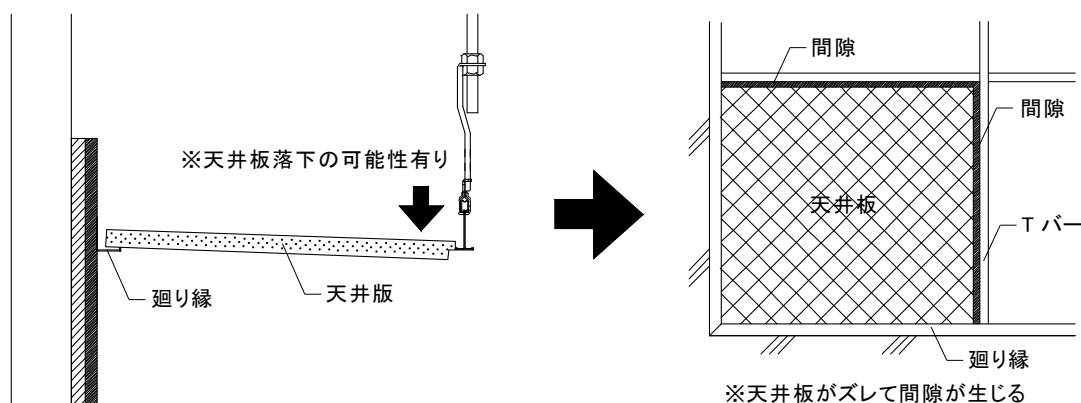

図2-8-1 天井板切断の誤り例(指定寸法より短い場合)
②壁際周辺の天井板については、現場で必要寸法を実測して切断し天井板を載せ掛ける。設置時は、以下の点に留意すること。
- 5) 壁際やコーナー部の天井板を設置の際、指定寸法より短い場合はTバーとの間に隙間が空き天井板が落下する恐れがある為、必ず指定寸法で切断すること。(図2-8-1参照)